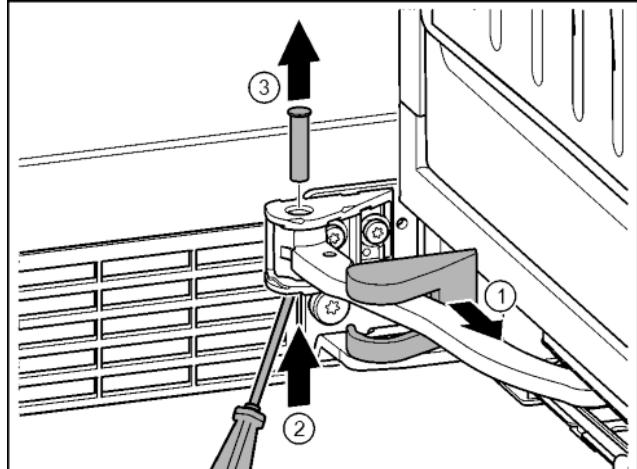

Fig. 17
- Снять крышку опорного кронштейна и переместить вдоль шарнира. Fig. 17 (1)
- Рукой или отверткой приподнять палец снизу. Fig. 17 (2)
- Вставить отвертку под головку пальца и вытащить его. Fig. 17 (3)